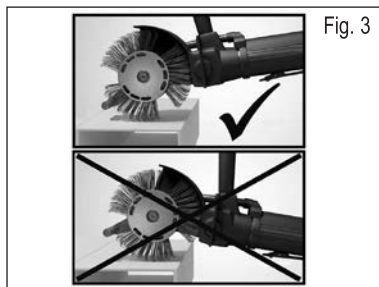

Fig. 3
5. Para obter um performance melhor, observe que a barra de aceleração seja passada perto da superfície a tratar. Em caso de uma distância muito grande da barra de aceleração à superfície, o performance será reduzido consideravelmente. **Vide a Fig. 3.** A descrição detalhada do modo de trabalho do Bristle Blaster® consta no **DVD incluído no fornecimento ou em www.monti.de**